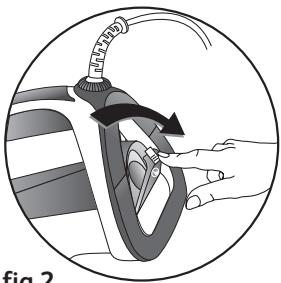

fig.2
- Drücken Sie zum Öffnen der Befüllöffnung des Wassertanks den Knopf – Abb.2.